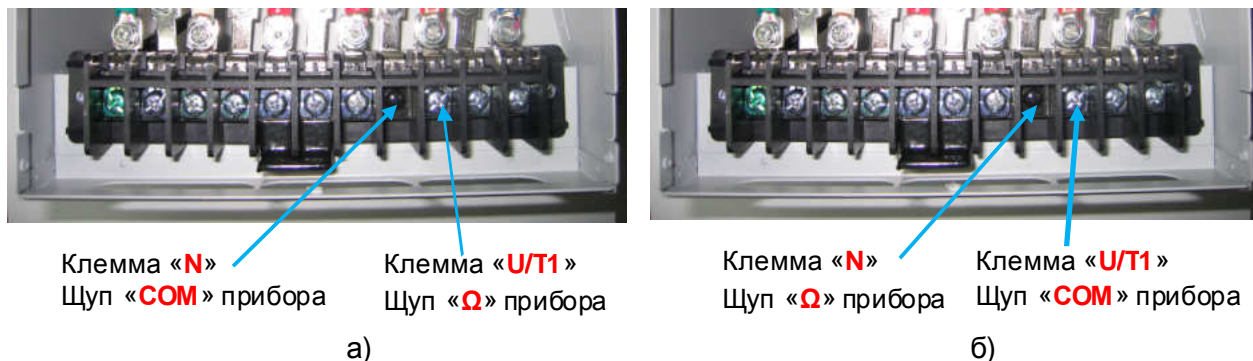

Рис.4.16. Проверка выходных силовых цепей относительно терминала “-” звена постоянного тока.
4.12.18.5. Подключить щупы мультиметра к клемме **U/T1** и клемме **N** силовой клеммной колодки в соответствии с рис. 4.16а. Показания прибора при исправной матрице должны быть в пределах **200...1000** (прямая проводимость диода). Повторить проверку для клемм **V/T2** и **W/T3**. Если показания прибора отличаются более чем на 10%, матрица считается неисправной. Подключить щупы мультиметра в соответствии с рис. 4.16б. Прибор должен показать «**Обрыв цепи**» (обратная проводимость). Повторить проверку для клемм **V/T2** и **W/T3**.